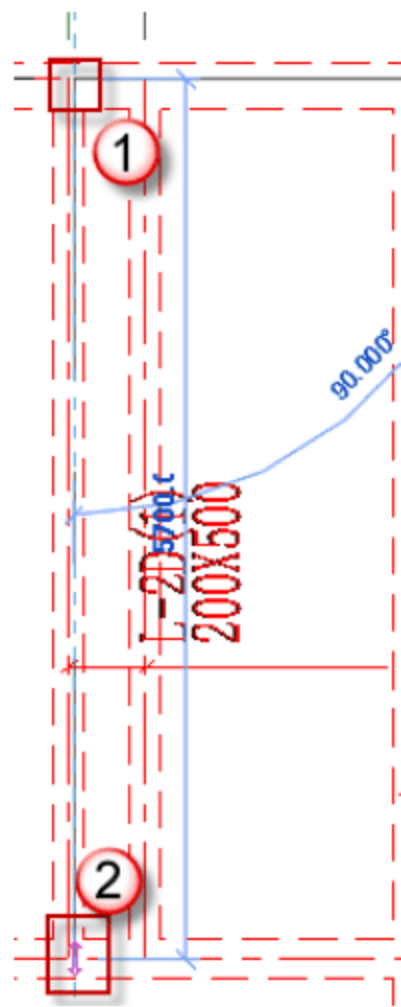

图 4.2.87 绘制 L-2D
(12) 绘制矩形框架梁 L-2D，按快捷键 B+M，放置平面为“标高 2”平面视图，先单击起始柱的中心为起点，后单击终止柱的中心为终点，如图 4.2.87 所示。